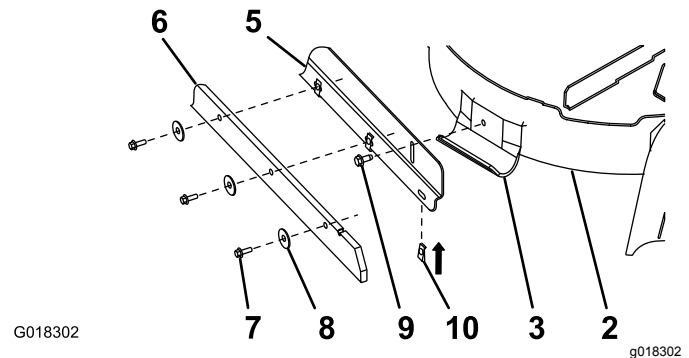

Figura 3
1. Alinee las tuercas rápidas con la pata curva hacia la carcasa de corte (Figura 3). Coloque las 5 tuercas rápidas sobre la pestaña de la rasqueta de la pletina de sujeción, alineando los taladros de las tuercas rápidas con los taladros del soporte.
2. Posicione la rasqueta en la pestaña de la rasqueta de la pletina de sujeción (Figura 3), alineando los taladros de la rasqueta con las tuercas rápidas.
3. Sujete la rasqueta a la pletina con 5 tornillos de cabeza hexagonal (5/16" x 3/4") y 5 arandelas, como se muestra en la Figura 3.